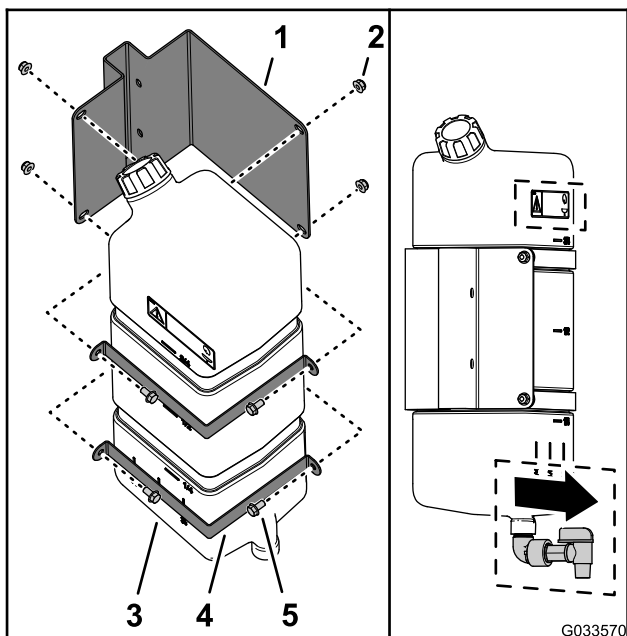

図 45
1. 真水タンクマウントに真水タンクを取り付ける固定ストラップ2本、フランジヘッドボルト $5/16 \times \frac{5}{8}$ "4本、フランジロックナット $5/16$ "4個を使用し 図 45 のように取り付ける。